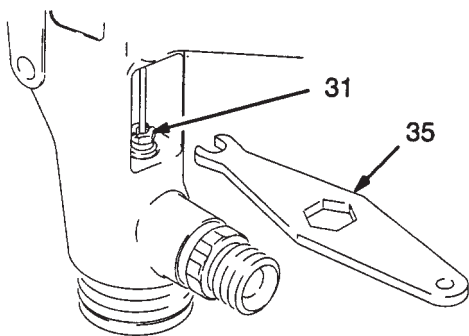

Fig. 11
9. Serrare la vite di regolazione delle guarnizioni (31) mediante la chiave della pistola (35), come illustrato nella Fig. 11, fino ad avvertire una leggera resistenza sullo spillo del fluido. Non serrare eccessivamente la vite, in modo da non ostacolare il movimento dello spillo.
20. Installare i grilletti (3 e 48) della pistola e dell'attivatore. Serrare la vite (5) ad una coppia di 2,8–4,0 N.m.
21. Azionare la pistola per controllare il movimento dello spillo del fluido (21). Nel caso in cui lo spillo del fluido non ritorni o sia lento a ritornare dopo avere rilasciato il grilletto, allentare la vite di regolazione delle guarnizioni (31) mediante la chiave (35) della pistola fino a quando lo spillo ritornerà liberamente. Ved. Fig. 11. Ripetere nuovamente la procedura per controllare anche lo spillo (49) dell'attivatore.